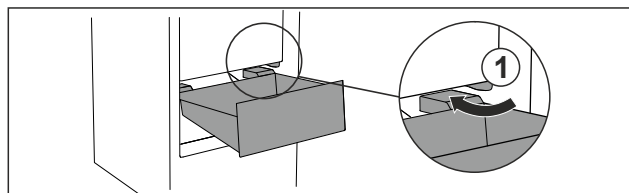

Fig. 98
- ▶ Poprowadzić szufladę ukośnie wokół stoperów Fig. 98 (1).